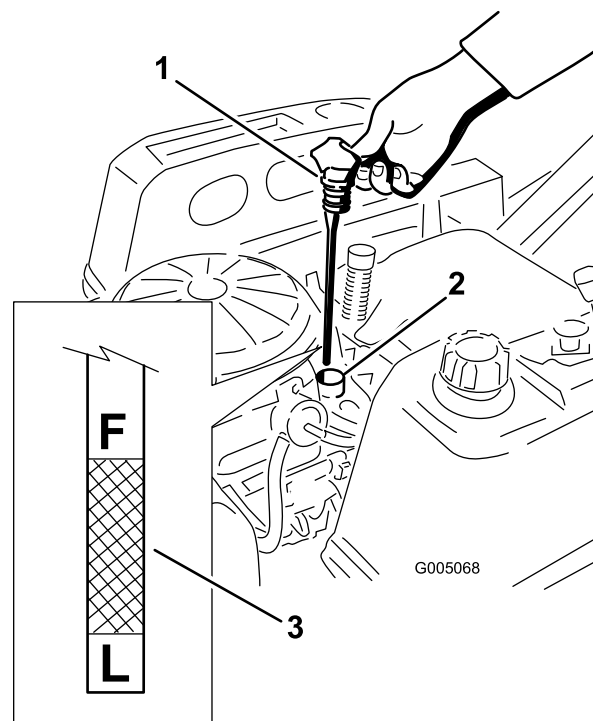
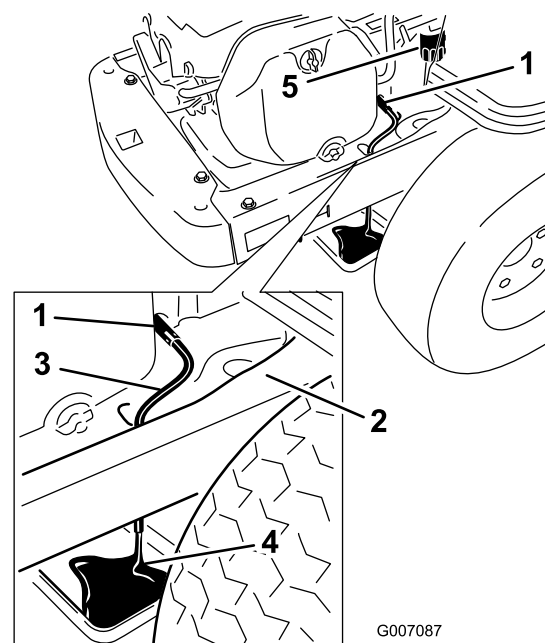

Figure 32
Figure 34
4. Sortez le bouchon de remplissage/la jauge de niveau d'huile et essuyez-la sur un chiffon. Remettez la jauge en place en l'enfonçant au maximum (Figure 32).
5. Sortez de nouveau la jauge et contrôlez le niveau d'huile (Figure 32).
6. Placez un bac de vidange sous la machine, juste sous le flexible de vidange, comme montré à la Figure 34.
7. Tournez le robinet de vidange d'huile de 1/4 de tour dans le sens anti-horaire pour l'ouvrir et permettre à l'huile de s'écouler (Figure 34). Enlevez le bouchon de remplissage/la jauge (Figure 32).
9. Enlevez le filtre usagé et essuyez le socle de montage (Figure 34).
10. Fermez le robinet quand la vidange d'huile est terminée. Enlevez le flexible de vidange et essuyez les coulées d'huile sur le cadre (Figure 34).
14. Versez avec précaution environ 80 % de la quantité d'huile spécifiée dans le goulot de remplissage (Figure 32).
15. Remettez fermement en place le bouchon de remplissage/la jauge d'huile (Figure 32).
16. Vérifiez le niveau d'huile (Figure 32) ; voir Contrôle du niveau d'huile.
18. Remettez fermement en place le bouchon de remplissage/la jauge d'huile (Figure 32).